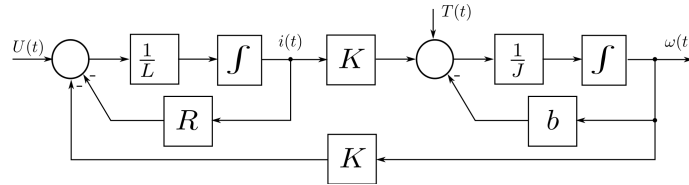
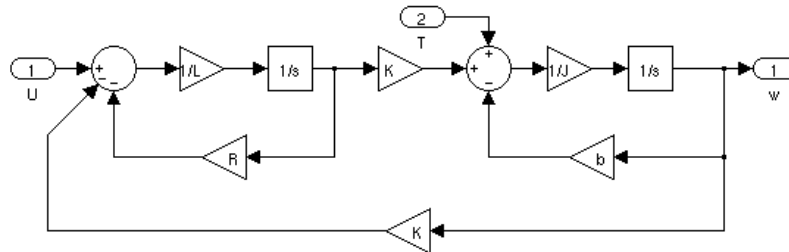

Figura 2: Diagrama de bloques del MCC con flujo de excitación constante
Figura 4: DB en Simulink del sistema de la Figura 2.
El DB de Figura 2 involucra las siguientes variables:
1. A partir del DB de la Figura 2, obtenga las Funciones Transferencias (FTs) que relacionan  $U(t)$  con  $\omega(t)$  y  $T(t)$  con  $\omega(t)$  para valores genéricos de los parámetros.
3. a) Construya el DB de la Figura 2 en Simulink (un ejemplo se muestra en la Figura 4). Coloque en los bloques los nombres de los parámetros y no sus valores.